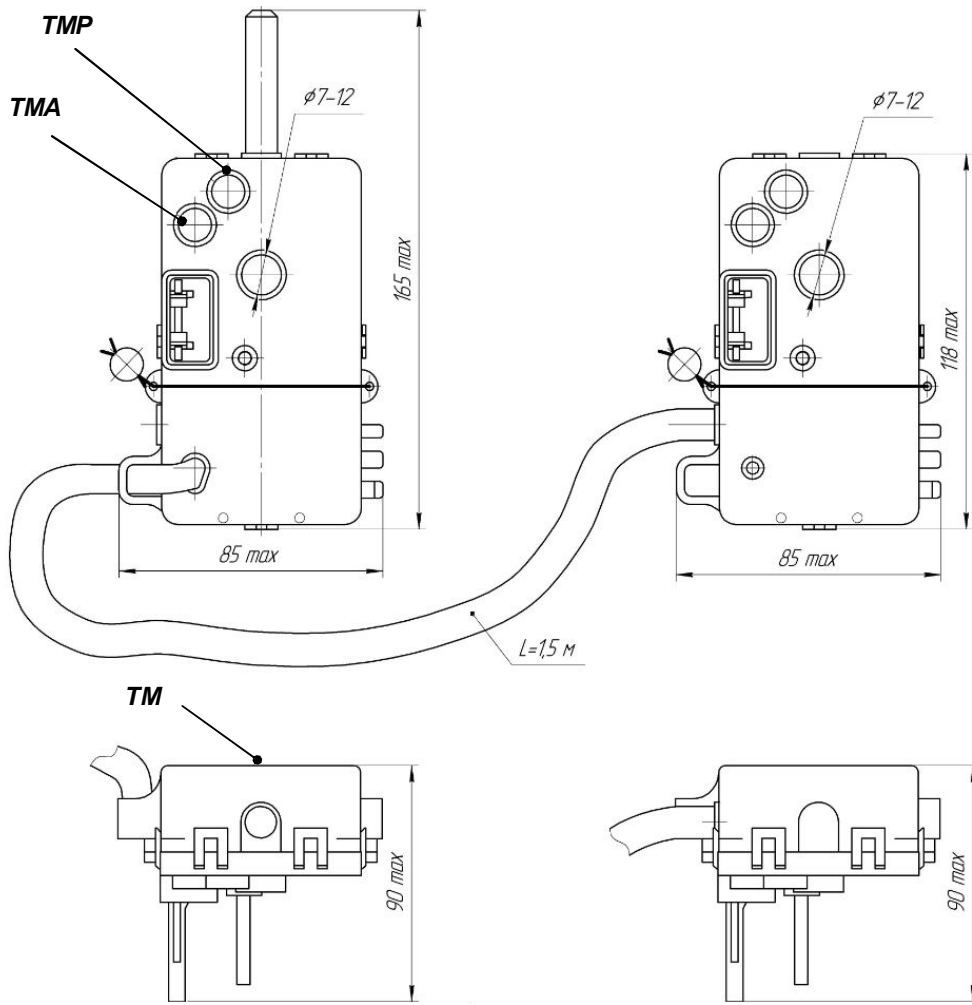

Рисунок 1 - Габаритные, установочные размеры и расположение индикаторов счетчиков и ДДТ
- мигание индикатора ТМ счетчика (см. рисунок 1) с частотой 1 раз в секунду;